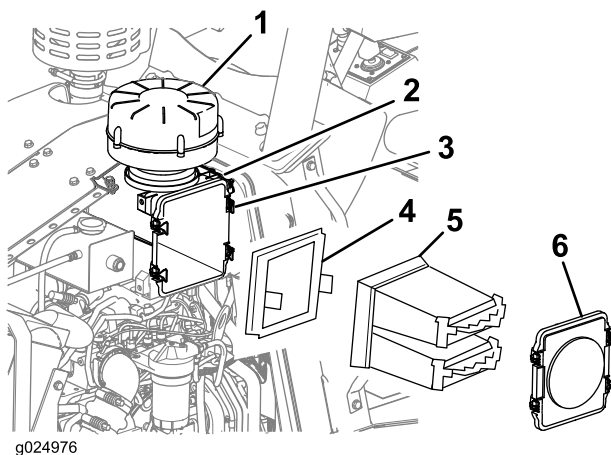

Bild 70
2. Lösen Sie die vier Riegel, mit denen die Luftfilterabdeckung befestigt ist, und nehmen Sie die Abdeckung ab (Bild 70).
3. Nehmen Sie Einsätze des Hauptluftfilters und sekundären Luftfilters aus dem Luftfiltergehäuse heraus (Bild 70).
4. Reinigen Sie das Luftfiltergehäuse innen mit einem sauberen und feuchten Tuch (Bild 70).
10. Befestigen Sie die Luftfilterabdeckung mit den vier Riegeln am Luftfiltergehäuse (Bild 70).